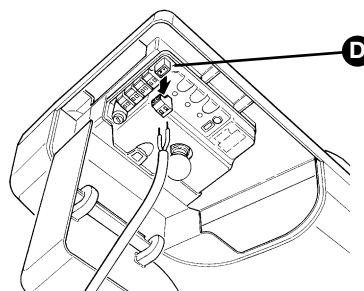

Figure 66
- Afin de faciliter les opérations, il est possible d'enlever les bornes [D] comme l'illustre la figure 66; effectuer les connexions puis les remettre en place.